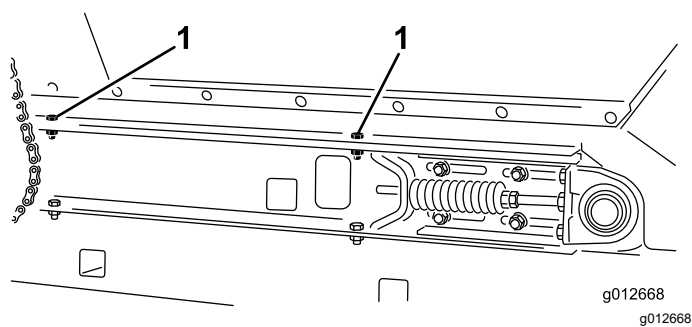

Figura 37
4. Su ciascun lato della macchina, fissate la tramoggia alle guide del telaio scorrevole (**Figura 37**) con le 2 viti a testa cilindrica, le 2 rondelle e i 2 dadi di bloccaggio che avete rimosso in **Smontaggio del pianale scorrevole** (pagina 23).